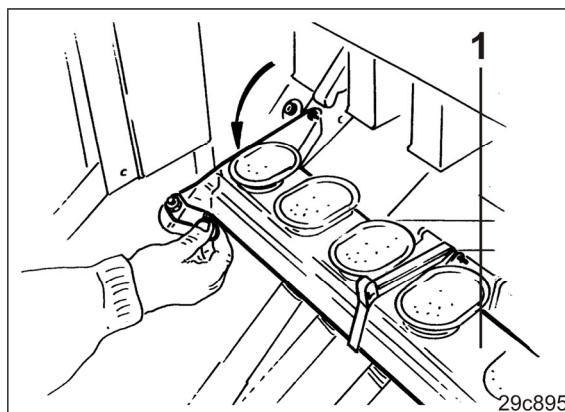

Fig. 76
3. Sænk tragtskinnen (Fig. 76/1).